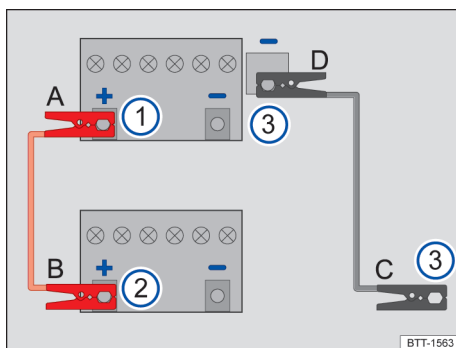

Fig. 205 Esquema para conexão dos cabos de partida.
Legenda para Fig. 205:
Os cabos de partida apenas deverão ser conectados seguindo a ordem A – B – C – D → Fig. 205. ▶
- Conecte uma extremidade do cabo de partida *vermelho* ao polo positivo (+) da bateria 12 V do veículo que a possui sem carga → Fig. 205 ① → ⚠.
- Conecte a outra extremidade do cabo de partida *vermelho* ao polo positivo (+) do veículo que fornece corrente → Fig. 205 ②.
- Conecte uma extremidade do cabo de partida *preto* → Fig. 205 ③ preferencialmente a uma tomada para o auxílio de partida (terminal de aterramento) do veículo que fornece corrente; do contrário, ao bloco do motor ou a uma peça maciça de metal aparafusada fixa ao bloco do motor deste veículo.
- Conecte a outra extremidade do cabo de partida *preto* → Fig. 205 ③ preferencialmente a uma tomada para o auxílio de partida (terminal de aterramento) do veículo com a bateria 12 V sem carga; do contrário, ao bloco do motor ou a uma peça maciça de metal aparafusada fixa ao bloco do motor deste veículo → ⚠.
- Desconecte os cabos de partida apenas na ordem **D – C – B – A** → Fig. 205 com os motores funcionando.